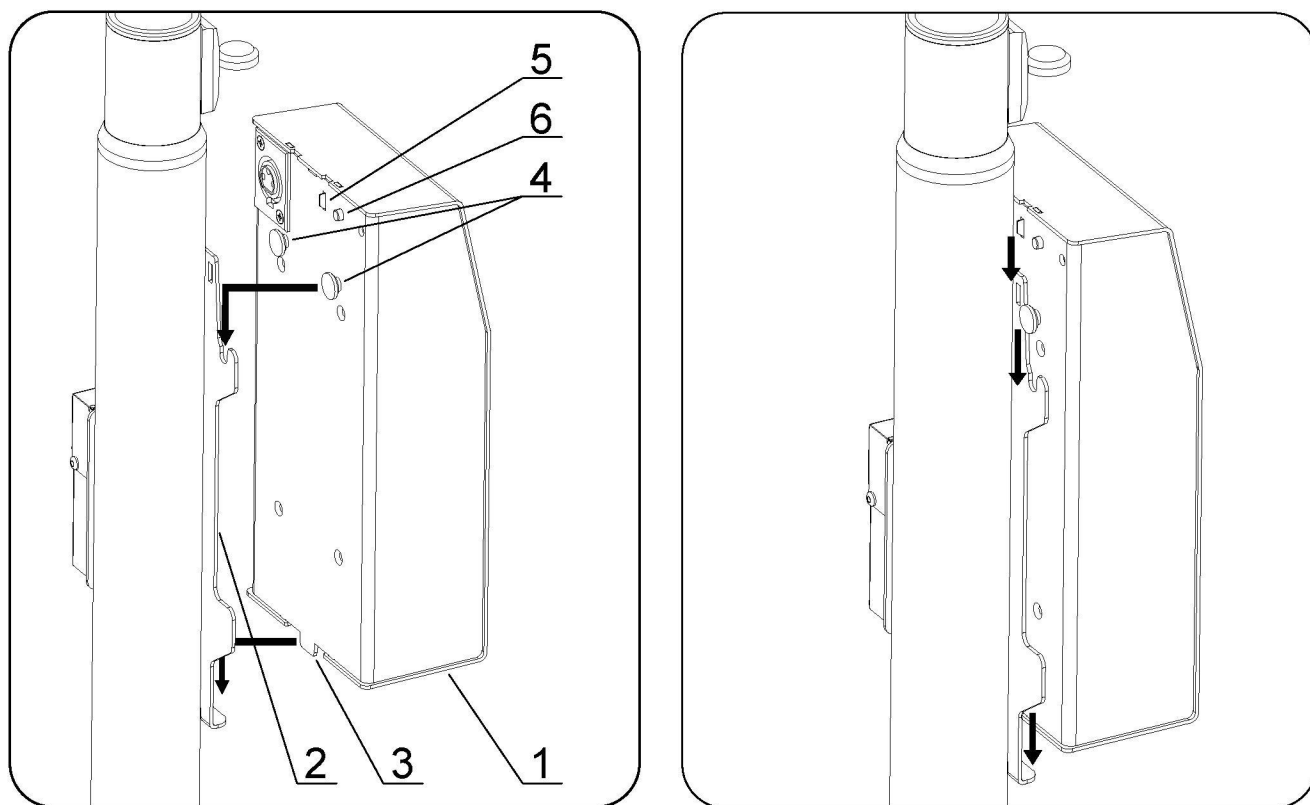

Рисунок 3 – Установка блока питания на стойку телескопическую.
- а) Расположить блок питания 1 (рис. 3) относительно крепежной пластины 2 на стойке телескопической так, чтобы верхние зацепы 4 и нижний выступ 3 на его корпусе находились чуть выше соответствующих пазов на крепежной пластине как показано на рисунке 3.